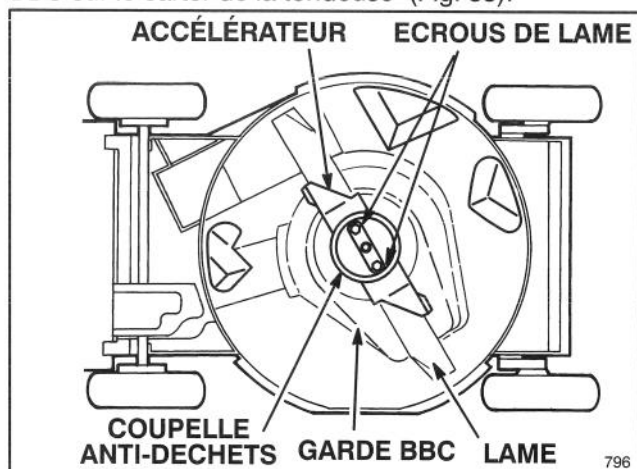

Figure 33
3. Basculez la tondeuse sur le côté (Fig. 33).
4. Retirez les (2) écrous de lame, la coupelle anti-déchets, l'accélérateur et l'entretoise de lame, et les (3) boulons et rondelles de fixation de la garde du BBC sur le carter de la tondeuse (Fig. 33).